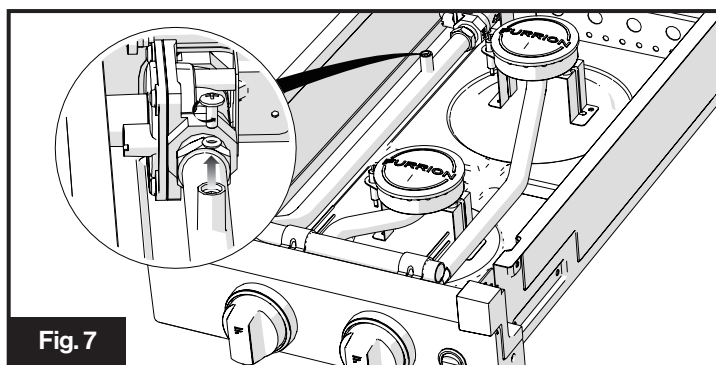

Fig. 7
- Quite el tornillo con la empaquetadura del puerto de prueba de presión en la estufa. (Fig. 7)